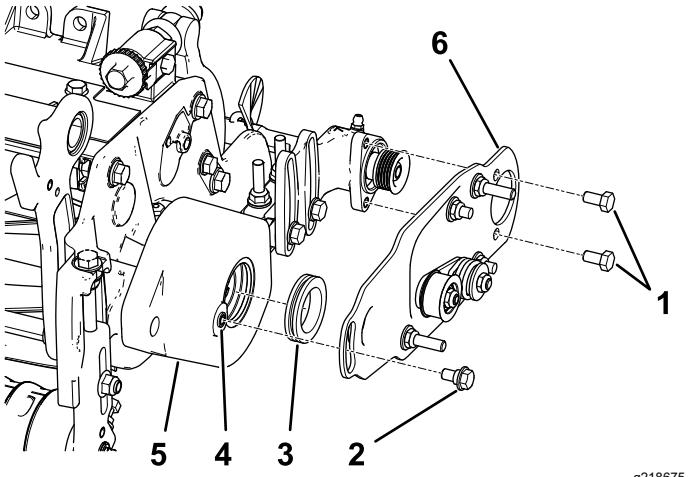

Figura 10
2. Aplique uma película de massa lubrificante no diâmetro interior do olhal, na caixa da escova do rolo (Figura 10).
3. Instale a placa articulada da escova do rolo do lado esquerdo ou direito (Figura 10).
Nota: Certifique-se de que o conjunto da polia intermédia está instalado na parte inferior, como se mostra na Figura 10.
4. Aplique adesivo de rosas nos dois parafusos (5/16 x 1/2 pol.) e utilize-os para montar a placa da escova na caixa de rolamentos da escova do rolo (Figura 10).
5. Limpe qualquer tinta das rosas da estrutura da escova do rolo utilizando uma torneira 5/16 pol.-18 antes de aparafusar no parafuso com olhal (Figura 10).
6. Aplique adesivo de rosas ao parafuso com olhal (Figura 10).
7. Prenda a placa da escova na caixa da escova do rolo com o parafuso com olhal (Figura 10).